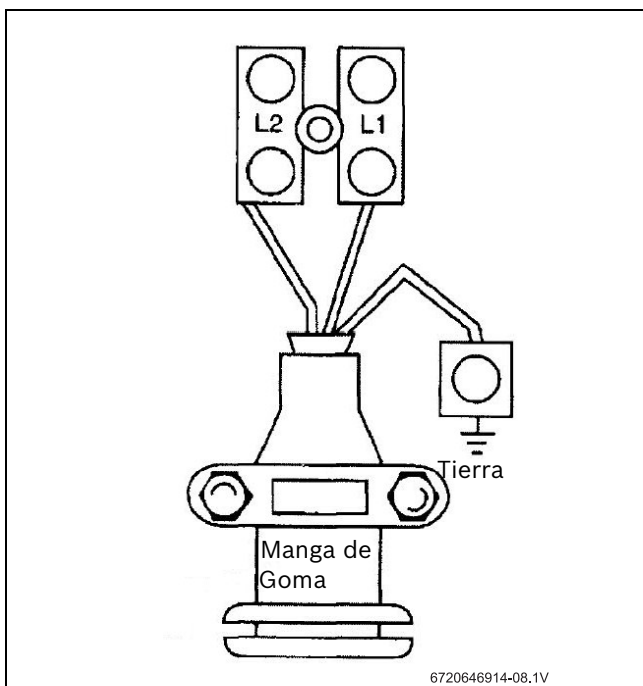

Fig. 4 Cable de terminación
- ▶ Conecte los cables al bloque terminal y a la clavija de tierra (Fig. 4):